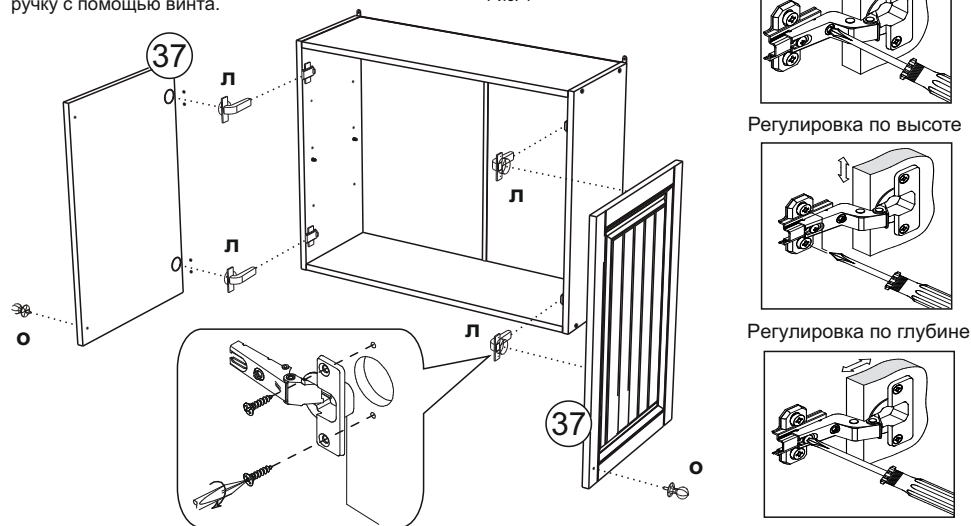

Рис. 1
2. На фасады под стекло (31) приложить стекло (38), отступив от края фасада (как показано на рис. 1), установить кляймеры (р) и зафиксировать шурупами 3x16 (н).